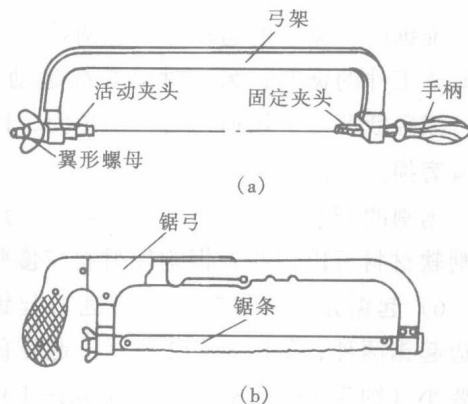

图 1-8 锯弓的构造
(1) 手工锯割。手锯由锯弓和锯条两部分组成,如图 1-8 (b) 所示。
1) 锯弓。锯弓是用来拉紧锯条的工具,有固定式和可调式两种,如图 1-8 所示。